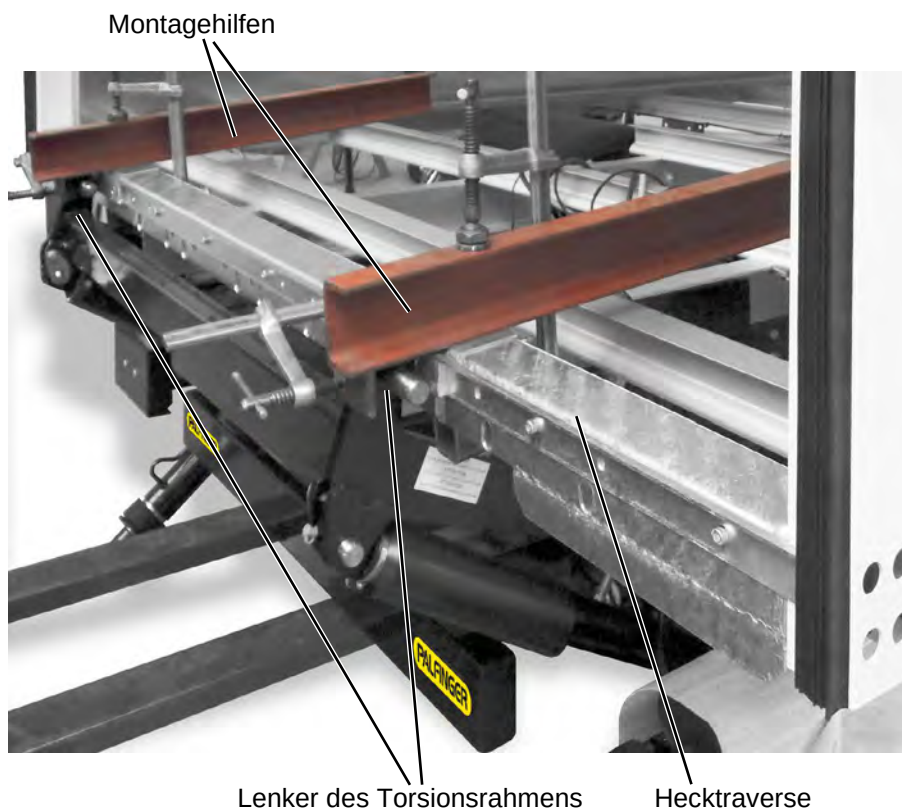

Abbildung 15: Hubwerk und Montagehilfen verbolzen
- ▶ Verbolzen Sie das Hubwerk mit der Montagehilfe (siehe Abbildung 15).